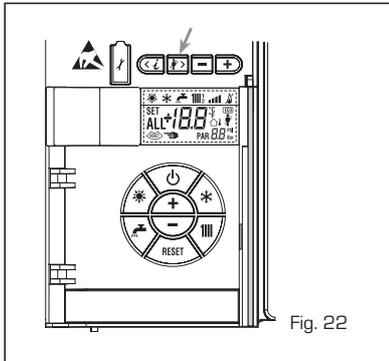

Fig. 22
4.5.1 Funzione spazzacamino (fig. 22)